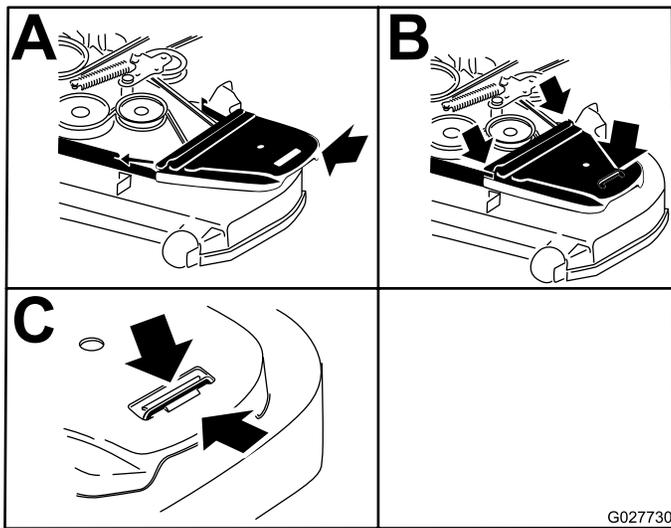

Figure 79
12. Posez les protège-courroies (Figure 79).